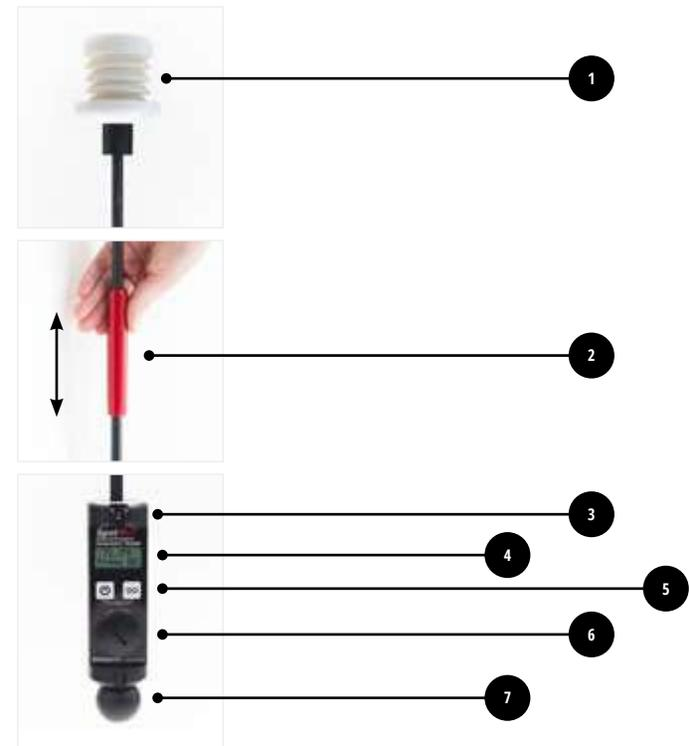

Fig. 1
Desaparafuse a tampa do sensor de temperatura. Em seguida, destranque grampo do bastão (3) da Fig. 1 usando pressão firme ascendente da mão, como mostra a Fig. 2. A seguir desdobre o bastão e mova o bloqueio deslizante do bastão (2) da Fig. 1 completamente sobre a mola flexível como mostra a Fig. 1. Quando terminar de usar o medidor, coloque o bloqueio deslizante do bastão novamente contra o anel de proteção e redobre o bastão encaixando-o no grampo de retenção do bastão (3) da Fig. 1 com pressão firme da mão. Finalmente, substitua a tampa do sensor de temperatura para proteger os escudos de radiação de sujeira ou impacto.
Ligue o medidor e espere que a leitura atual da temperatura seja exibida após a tela de estado da pilha. Não é necessário pressionar outros botões para medir a temperatura atual do ar. Segure o sensor de temperatura (1) da Fig. 1 na altura auge e agite-a para frente e para trás até que observe um valor de temperatura estável no LCD. Favor verificar que um valor intermitente de temperatura indica que o sensor ainda está ajustando a temperatura atual do ar. Continue a agitar o sensor para frente e para trás até que a leitura da temperatura exibida esteja fixo sem piscar. Isso indica uma leitura estável de temperatura.
Ligue o medidor e espere que o monitor mostre a temperatura atual, de seguida pressione GO para entrar na primeira sequência de leitura de inversão. Siga as instruções no monitor para assegurar a extremidade da bola (7) da Fig. 1 a uma altura de 2 metros (6,5 pés). Use o Testador de Inversão para ajustar esta altura; é de 1 metro de comprimento, portanto, pode ser usado como uma vareta de medição, ao colocar a extremidade do escudo no chão e observar a altura da extremidade da bola, como mostra a Fig. 3. A seguir, levante a extremidade da bola até onde a extremidade do escudo está a este observado 1 metro de altura como mostra a Fig. 4. Isso ajusta a extremidade da bola na elevação de 2 metros (6,5 pés). Pressione o botão GO para iniciar a sequência de leitura para a leitura de temperatura mais baixa. Enquanto segura a extremidade da bola do medidor à uma onda de 2 metros (6,5 pés), agite a extremidade do sensor para frente e para trás rapidamente para melhorar o fluxo de ar como mostra a Fig. 5. (agitação vigorosa leva a uma resposta mais rápida). Continue agitando para frente e para trás até que o monitor emita um sinal sonoro e mostre “DONE”. Agora vire o medidor para que a extremidade do sensor fique apontando para cima em direção ao céu enquanto continua segurando a extremidade da bola a 2 metros (6.5 pés) como mostra a Fig. 6. Pressione o botão GO para iniciar a sequência de leitura para a leitura de temperatura superior. Siga as instruções para agitação e espera até que esta leitura superior esteja completa. O monitor irá agora mostrar “INVERSION PRESENT!” ou “NO INVERSION” com base nos valores de temperatura registrados como mostra a Fig. 7. Ele mostrará então a intensidade de inversão em °C ou °F. A exibição continuará alternando entre o resultado de inversão e a intensidade por um minuto antes de desligar automaticamente. Nota: Este medidor não capturará uma leitura de temperatura até que o software detecte um valor estável. Portanto, o tempo de “agitação” será mais longo quando o medidor for colocado num ambiente significativamente mais quente ou mais frio do que onde foi armazenado.